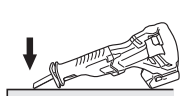
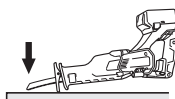

Fig. 29
Fig. 30
Cet outil vous permet de procéder à un sciage en plongée sur des panneaux de contreplaqué et des panneaux de bois mince. Le sciage en plongée s'effectue en toute facilité avec la lame installée à l'envers, comme illustré aux Fig. 30, 32 et 34. Utiliser une lame aussi courte et épaisse que possible. Il est recommandé d'utiliser la lame BIMETAL 725362 mentionnée dans la page 50. Procéder avec précaution pour effectuer la coupe de poche et observer les procédures suivantes.
- (1) Appuyez la partie inférieure (ou la partie supérieure) du socle contre le matériau. Tirer sur la gâchette tout en maintenant l'extrémité de la lame éloignée du matériau. (Fig. 29, Fig. 30)